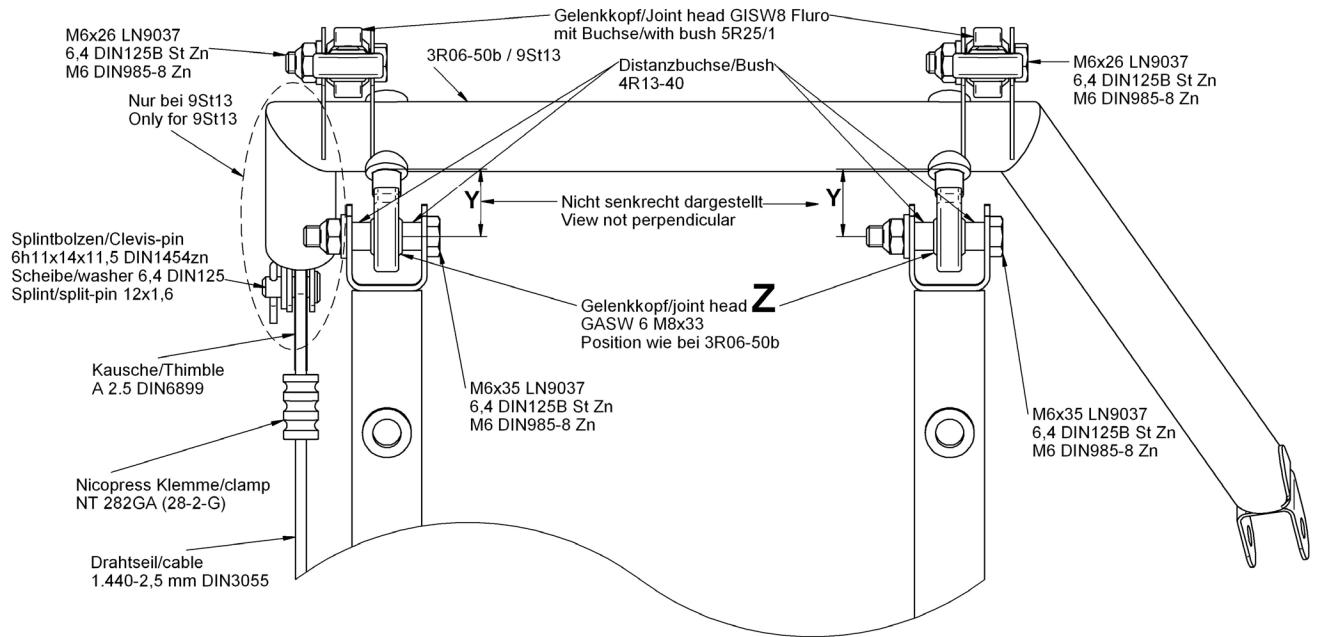

Abbildung 2, BK Welle, Ansicht nach hinten
7. Bremsklappenantriebshebel 9St13 einbauen, die gleichen Schrauben, aber neue Stoppmuttern verwenden, siehe Abbildung 2.